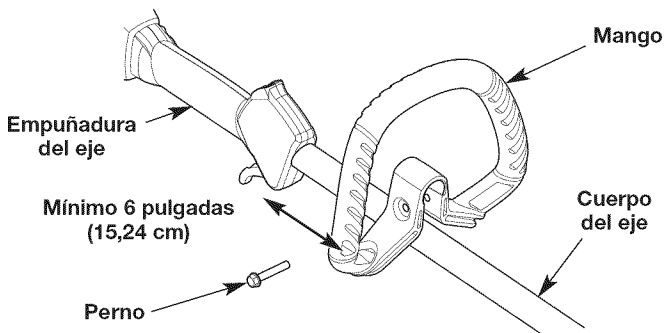

Fig. 3
1. Afloje el perno con una llave de cubo de 3/8 (Fig. 3).
2. Sin dejar de sujetar la unidad en posición de operación (Fig. 11), mueva el mango hasta el lugar que le dé el mejor agarre. Colóquelo a una distancia mínima de 6 pulgadas (15.24 cm) de la base de la empuñadura del eje (Fig. 3).